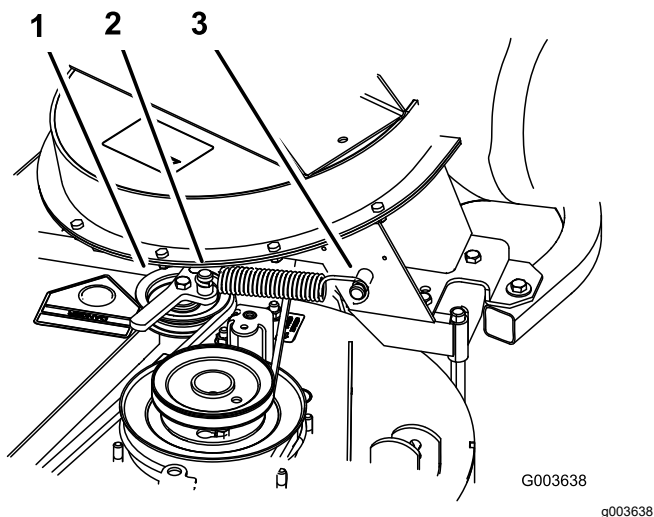

Figura 18
4. Installez le ressort comme montré à la Figura 18.